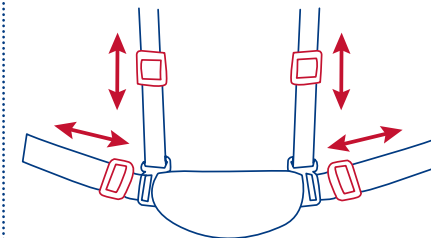

Fig. 10c
- Adjust shoulder and waist straps for your child's comfort and safety by sliding buckles in either direction. Tighten the shoulder / waist harness around the child for a snug fit. (Fig 10c)
cualquier posición. Apriete el arnés del hombro / cintura alrededor del niño para un ajuste perfecto. (Fig 10c)
- Ajuster les sangles pour le confort et la sécurité de votre enfant en faisant glisser des boucles dans les deux sens. Serrer le harnais d'épaule et de taille autour de l'enfant pour un ajustement bien ajusté. (Fig 10c)